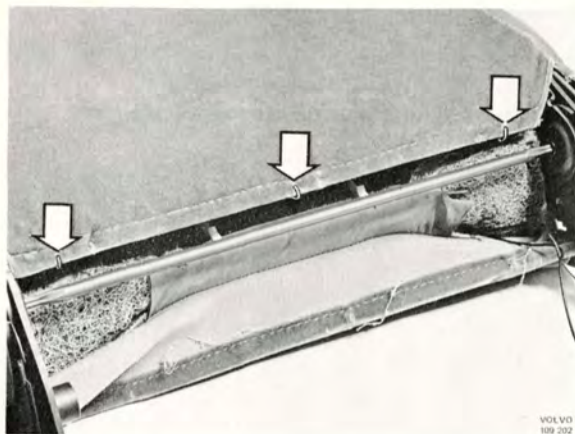

Bild 8-33. Montering av bakre klädsel
12. Spänn och montera bakre klädseln till stolsramen med tre krampor, bild 8-33.